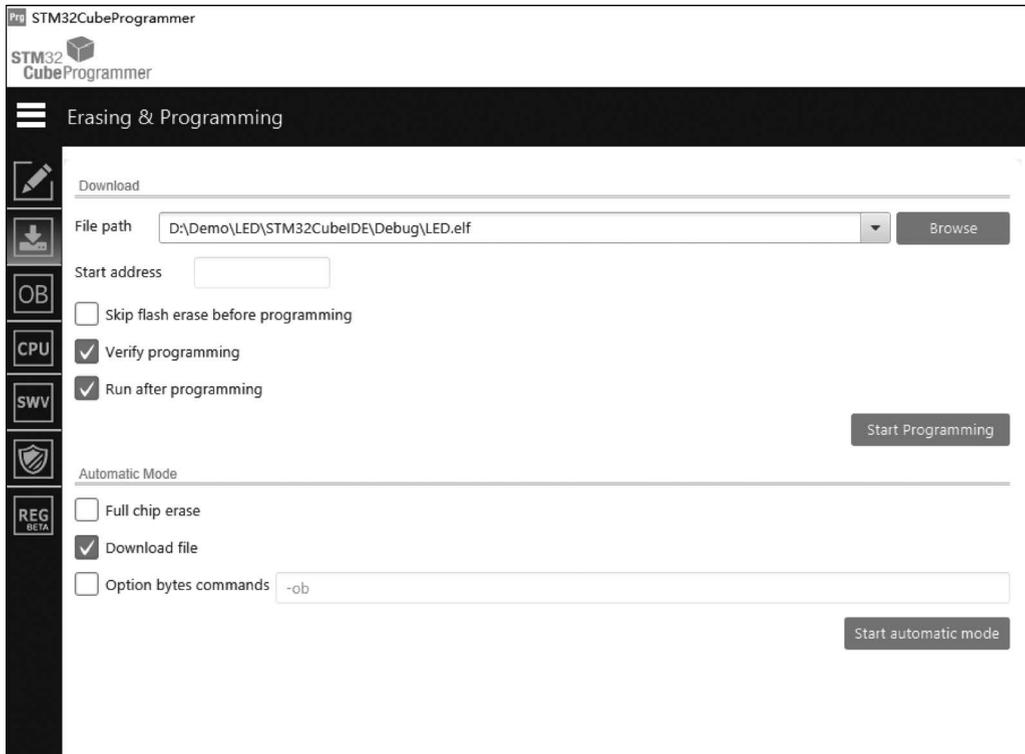

图 5-43 STM32CubeProgrammer 下载工程
(5) 勾选 Verify programming 和 Run after programming 复选框,单击 Start Programming 按钮,开始下载工程,如图 5-43 所示。